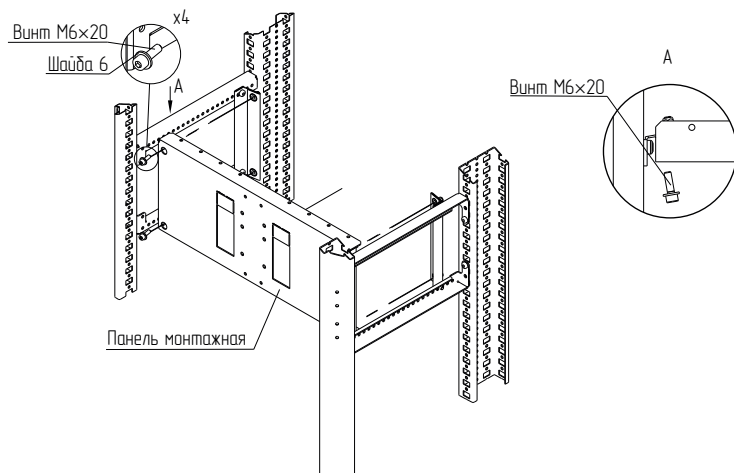

Рисунок 69
4.23.5 Прислонить панель монтажную (универсальную) к кронштейнам МП и закрепить винтами М6×20 с шайбами М6 (рисунок 69). Момент затяжки – 7 Н·м.